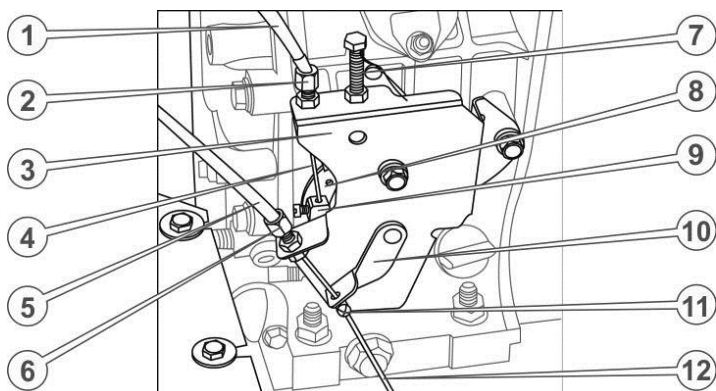

Рис. 9. – Регульовальні елементи тросів
29. Приєднати трос управління подачі палива, що йде від важеля на правій рукоятці керма. Для цього видалити пластикові фіксатори на коромислі механізму управління подачею палива, вставити сорочку троса в гніздо корпусу важеля регулювання подачі палива до упору, вставити трос в отвір регулювального гвинта (див. Рис. 9.), а потім в отвір фіксатора на коромисло механізму управління подачею палива й закріпити.